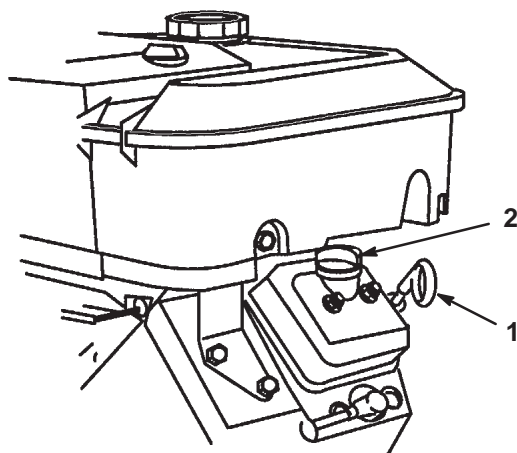

Figure 2
2. Nettoyez la surface autour de la jauge d'huile (Fig. 2) pour éviter que des impuretés ne s'introduisent dans l'orifice de remplissage, ce qui risquerait d'endommager le moteur.
4. Remettez la jauge complètement dans le tube de remplissage sans la visser. Sortez de nouveau la jauge et examinez l'extrémité métallique. Si le niveau d'huile est bas, retirez le bouchon de remplissage du couvre-culasse (Fig. 2) et ajoutez la quantité d'huile nécessaire pour amener le niveau au repère maximum sur la jauge. Reportez-vous à la section Changement de l'huile moteur, page 22, pour connaître le type d'huile et la viscosité qui conviennent. Versez l'huile lentement et vérifiez souvent le niveau durant la procédure. **Ne remplissez pas excessivement.**